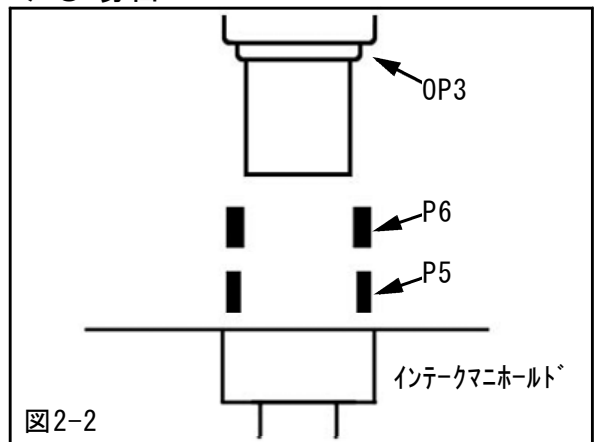
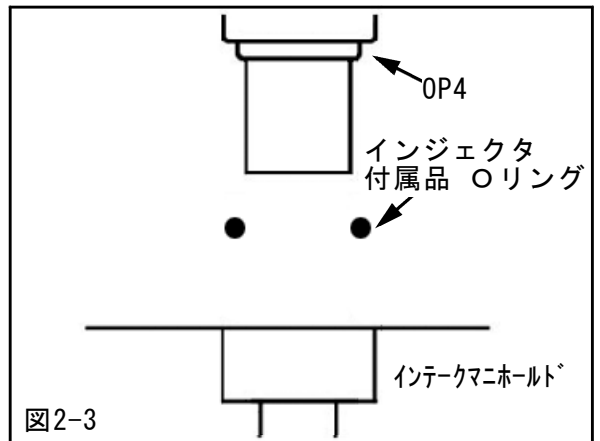

図2-2
図2-3
- (3) インテークマニホールドのインジェクタホールにカラーとインシュレータを取付けてください。(図2-2)
- (4) フューエルデリバリパイプを取付けてください。
- (図2-3)
- ・ 純正 : フューエルデリバリパイプインシュレータ (1. (10) で取外したもの)
- (3) インジェクタ 800ccにOリングを取付け、インテークマニホールドのインジェクタホールに取付けてください。(図2-3)